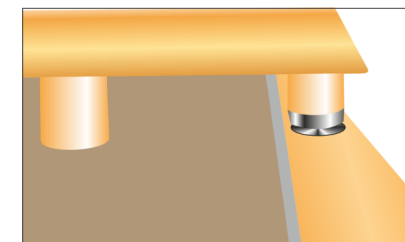

Рис. 3
8. Установите ручки на стеклянном полотне (рис.3).